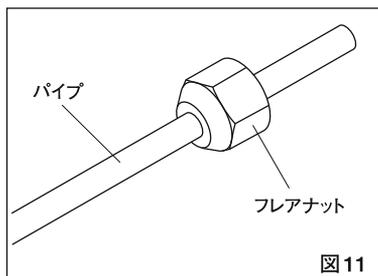

図11
(1) パイプクランプ
- ①パイプと同じサイズのフレアナットをパイプに通してください。（図11）